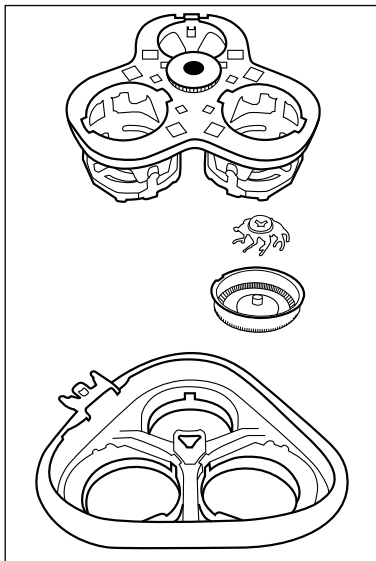

Figura 1
- 1) Presione el botón de desencastre ④. Tras esto, la unidad de cuchillas ② se suelta.
- 2) Tire ligeramente de la unidad de cuchillas ② para poder extraerla hacia arriba.
- 3) Presione ligeramente la rueda dentada negra hacia abajo y gírela cuidadosamente en sentido antihorario hasta que pueda extraerse el soporte de los cabezales de corte (consulte la figura 1).
- 5) Vuelva a montar la unidad de cuchillas ②. Para ello, consulte la figura 1:
- Inserte los 3 cabezales de corte en los alojamientos de la unidad de cuchillas ②. Para ello, procure que las muescas del borde de los cabezales de corte queden encajadas en los encastres del orificio.